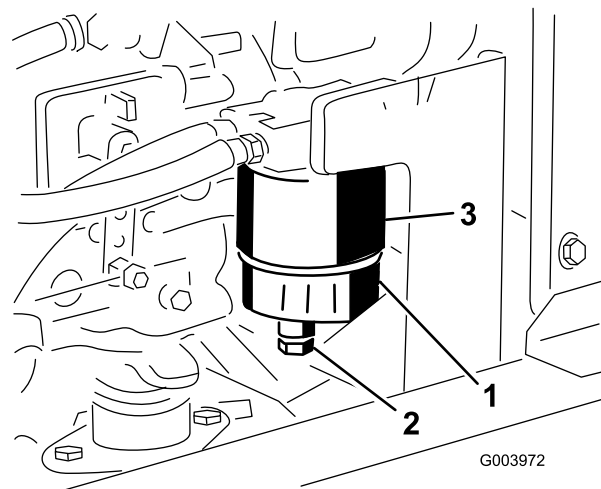

Figura 63
Drene el agua y otros contaminantes del filtro de combustible/separador de agua (Figura 63) a diario.
2. Afloje el tapón de vaciado en la parte inferior del cartucho del filtro y deje que se vacíe el cartucho (Figura 63).
Cambie el cartucho del filtro (Figura 63) después de cada 400 horas de operación.
1. Limpie la zona de montaje del cartucho del filtro (Figura 63).